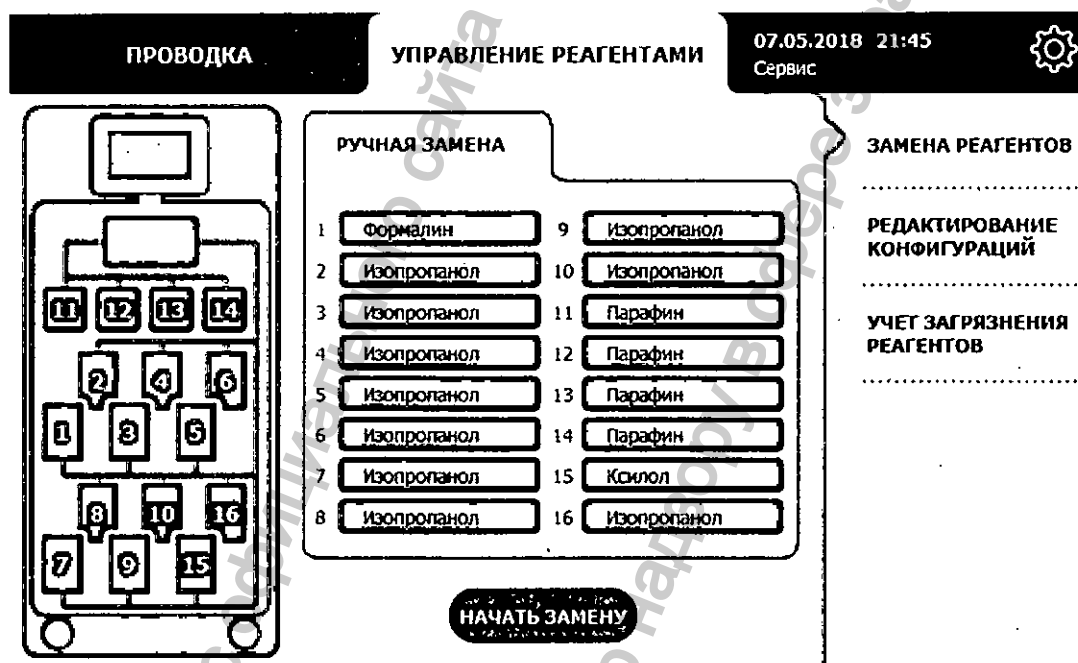

Рисунок 3.81. Ручная замена реагентов
1. В меню действий на вкладке **Управление реагентами** (см. рисунок 3.5) выберите команду **Замена реагентов** (рисунок 3.81).